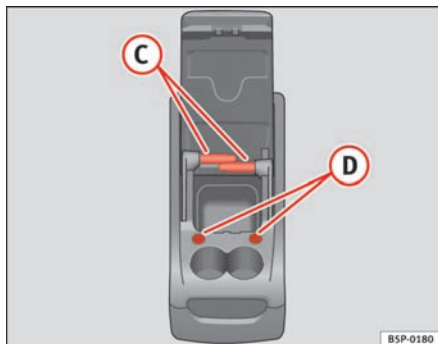

Fig. 115 Transportabel opbevaringsboks funktioner
For at bruge bordet (C) ⇒ fig. 115 skal du tage det ud af holderen på siden af den transportable opbevaringsboks, og placere det i holderen (D) ⇒ fig. 115 forrest på den transportable opbevaringsboks.